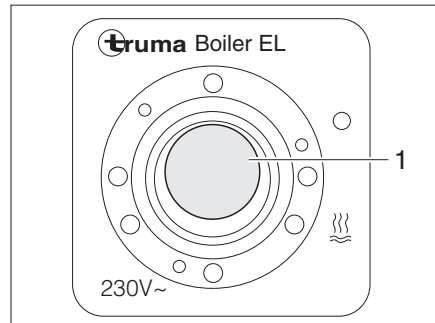

Bild 119 Kippschalter für Truma Boiler (230-V-Elektrobetrieb)
- Den Kippschalter (Bild 119,1) einschalten. Die Kontroll-Leuchte im Schalter leuchtet. Das Wasser im Boiler wird auf 65 °C aufgeheizt.
- Den Kippschalter (Bild 119,1) auf "O" stellen. Die Kontroll-Leuchte im Schalter erlischt.
- An der Bedieneinheit (Bild 118) den Drehschalter (Bild 118,3) auf "○" (Bild 118,4) stellen bzw. den Kippschalter (Bild 119,1) auf "○" stellen.